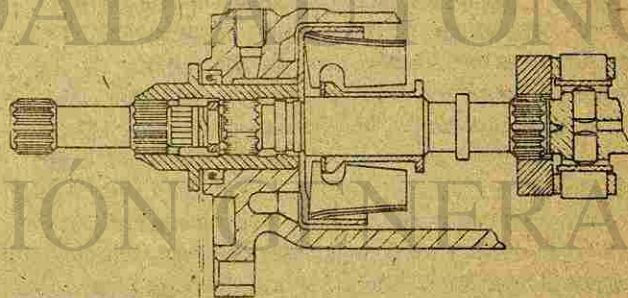

Fig. 34 Transmisión con eje de vaina mostrando la holgura longitudinal
12. Compruebe el juego del extremo del eje de transmisión. No debe exceder de 0,010 pulgadas (0,25 mm), medido entre la cara trasera del buje y el cuerpo de la bomba. Si sobrepasa esta cifra, debe cambiarse el retén de los contrapesos del regulador y/o el cuerpo de la bomba, y comprobar nuevamente la holgura longitudinal (Fig. 34).